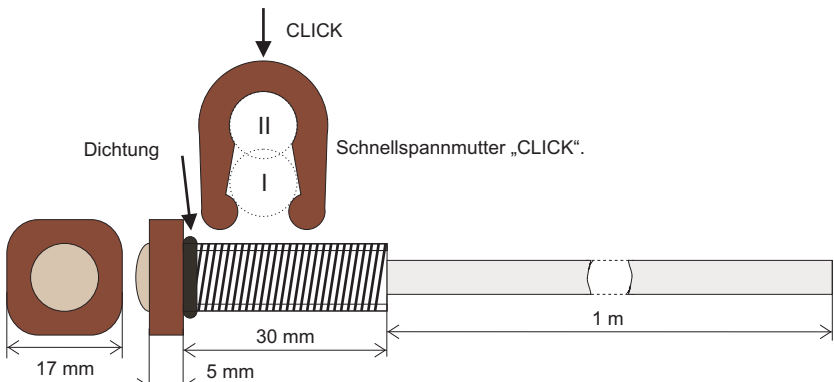

Bild 1 Lichtsensor – Schema und Abmessungen
2. Montieren Sie den SENSOR mit der speziellen "CLICK" -Mutter. Die Mutter ist für eine schnelle Montage ausgelegt. Sie hat zwei Zonen, I und II (Abb. 1). Bohren Sie in den Schaltkasten ein Loch mit einem Durchmesser von 10 mm an einer Stelle, die von Tageslicht beleuchtet wird. Die Wandstärke des Schaltkastens darf 25 mm nicht überschreiten. Drücken Sie, nach dem Einsetzen des SENSORS in das Loch, die Mutter auf den SENSOR in Zone I und schieben die Mutter entlang des SENSORS zur Wand des Verteilerkastens auf Zone II. In Zone II hat die "CLICK" -Mutter ein Gewinde, so dass sie an die Wand der Verteilerkästen geschraubt werden kann